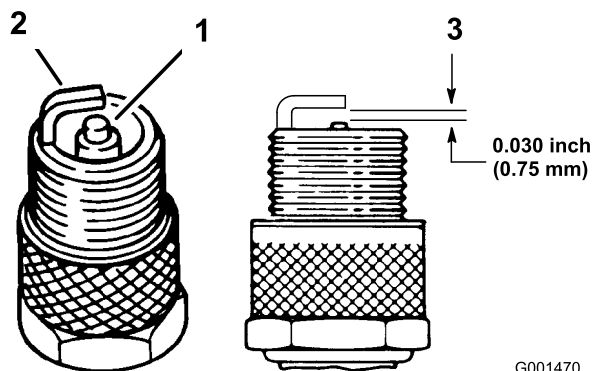

図 45
4. 電極 (側面と中央) と碍子の状態を点検する (図 45)。
5. 電極間のエアギャップを 0.76 mm に調整する (図 45)。